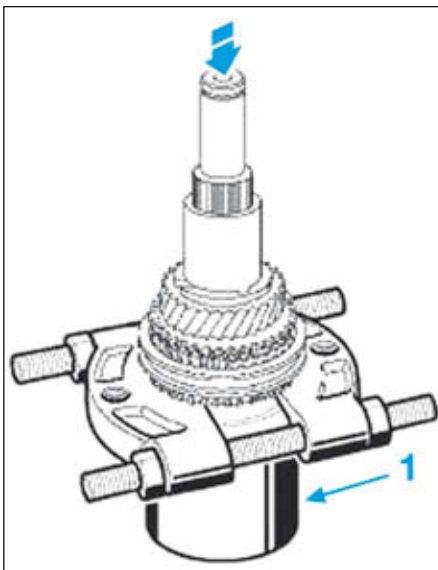

FIG.26
- Déposer à la presse l'ensemble "bagues - pignons - moyeux" à l'aide d'un décolleur et d'un mandrin de diamètre approprié indice "L" (1) (Fig.26) en prenant appui sous le pignon de 6^e.